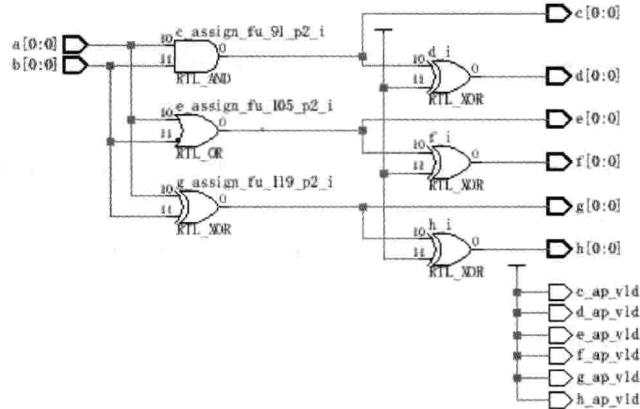

图 5.82 综合后的结构
③ 单击 OK 按钮。
(15) 单击 Finish 按钮。
(16) 在 Vivado 主界面左侧的 Flow Explorer 窗口下, 找到并展开 Synthesis。在展开项中, 单击 Run Synthesis 选项, 开始综合过程。
(17) 综合完成后, 自动打开综合后的结果。如图 5.82 所示, 给出了综合后的结构, 该结构和 Verilog HDL 直接描述所生成的 RTL 结构完全一致。